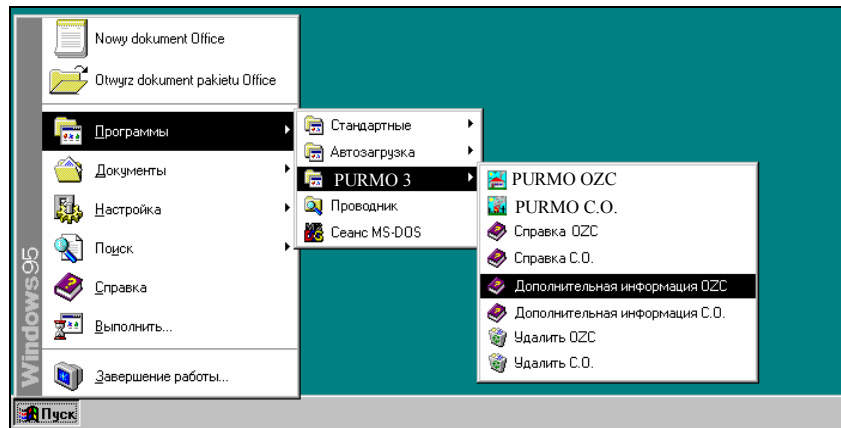

Рис. 4.1. Запуск программы в системе Windows 95
2. перейти к меню Пуск (Start) системы Windows (Рис. 4.1),